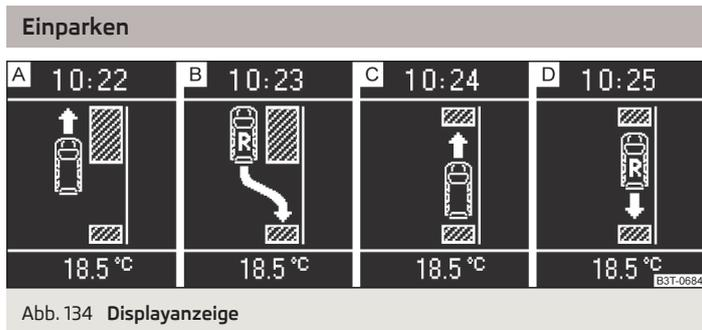

Abb. 134 Displayanzeige
Wenn das System eine geeignete Parklücke erkannt hat, wird diese Parklücke im Display angezeigt » Abb. 134 - [A].
- Noch weiter vorfahren, bis im Display die Anzeige erscheint » Abb. 134 - [B].
- Wenn im Display der Pfeil nach vorn blinkt » Abb. 134 - [C], dann den 1. Gang einlegen bzw. den Wählhebel in Stellung **D** stellen.
- Wenn im Display der Pfeil nach hinten blinkt » Abb. 134 - [D], dann erneut den Rückwärtsgang einlegen bzw. den Wählhebel in Stellung **R** stellen.